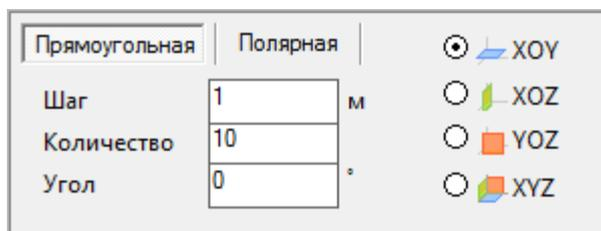

Рисунок 2.4 Сеть построений
- **Сеть построений** – вспомогательный инструмент для создания и позиционирования фрагментов расчетной схемы относительно друг друга (рисунок 2.4). Для редактирования стандартного вида сети можно изменять следующие параметры: